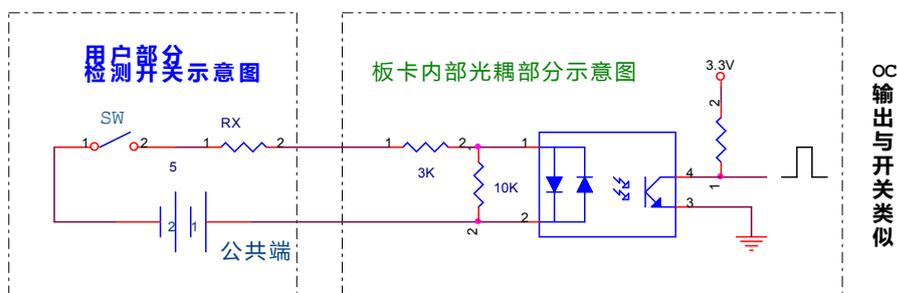

图 2.4 共阳输入原理及接线图
**共阳输入：**以检测机械开关为例，如图 2.4。输入公共端连接外部信号的电源“+”端。当外部输入=0 时，用户在对应位读入为“0”。当输入悬空或等于外部电源时，读入的对应位为“1”。**注意：**共阳输入的读出状态与共阴输入的读出状态相反。